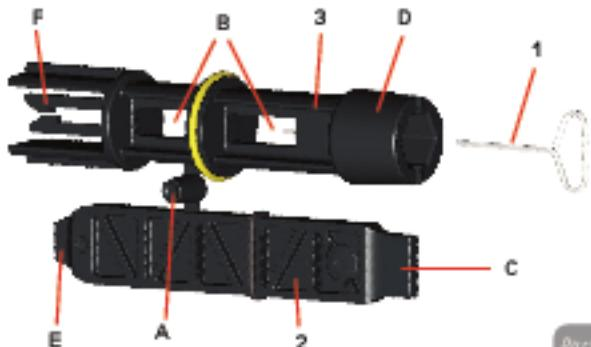

Рисунок 23
- 1 - металлический ключ с шестигранным сечением (Рис.23 – 1);
- 2 - пластиковый плоский ключ (Рис.23 – 2);
- 3 - пластиковый цилиндрический ключ (Рис.23 – 3);
Ключ "1" вставляется в конец "D" ключа "3". При первом использовании нужно разделить 2 пластиковых ключа "2" и "3", которые поставляются соединенными перемычкой (Рис.23 – A):